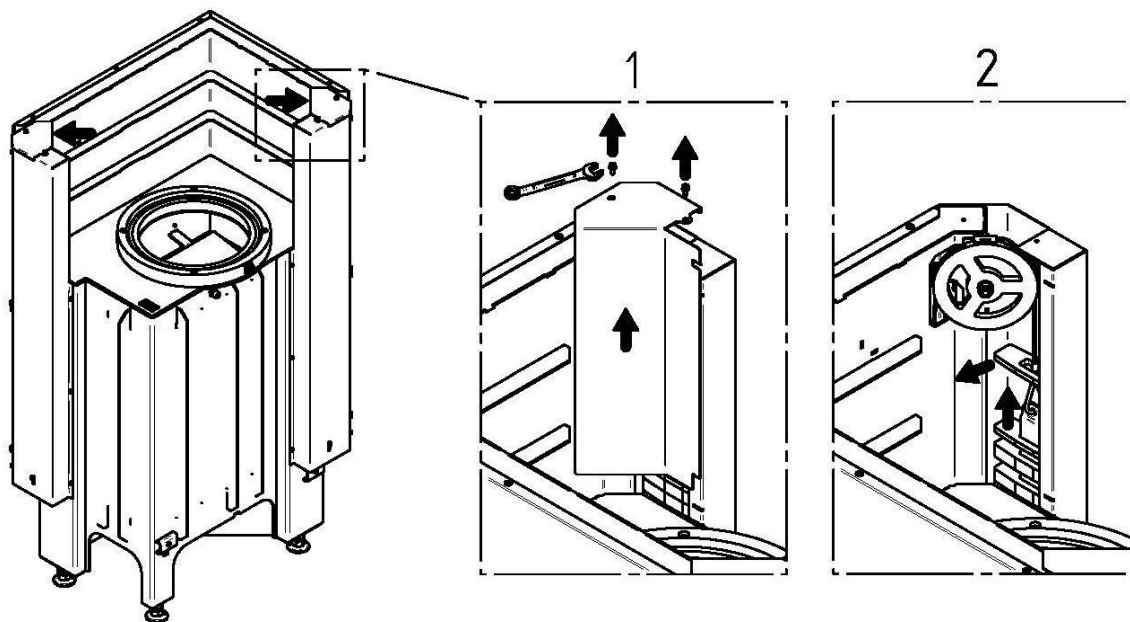

Рис. 11
- **Угловая топка с подъемным механизмом (Рис. 11 – модели ЕСКА 67/45/51, 90/40/40):**